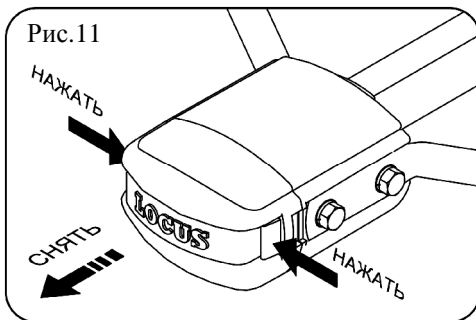

Рис.11
5.13. Снять крышку большой монтажной коробки (рис.11).